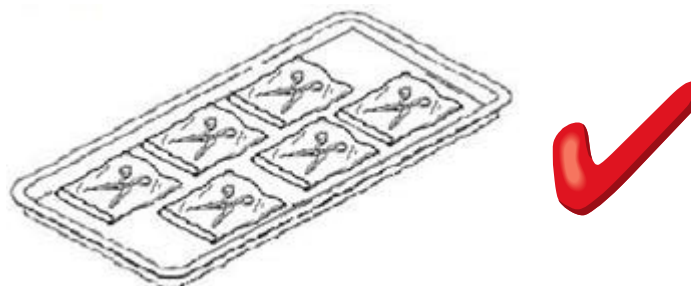
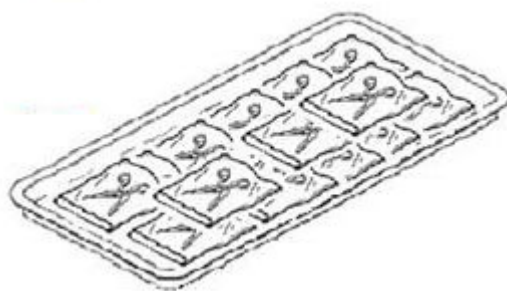

Figura 26
Figura 27
**Advertencia:** Si los implementos son empaquetados con mangas de esterilización, asegúrese de no apilarlas. Siga la información Figura 26 para una correcta colocación y no las superponga como en Figura 27 asegurando así la calidad de esterilización.